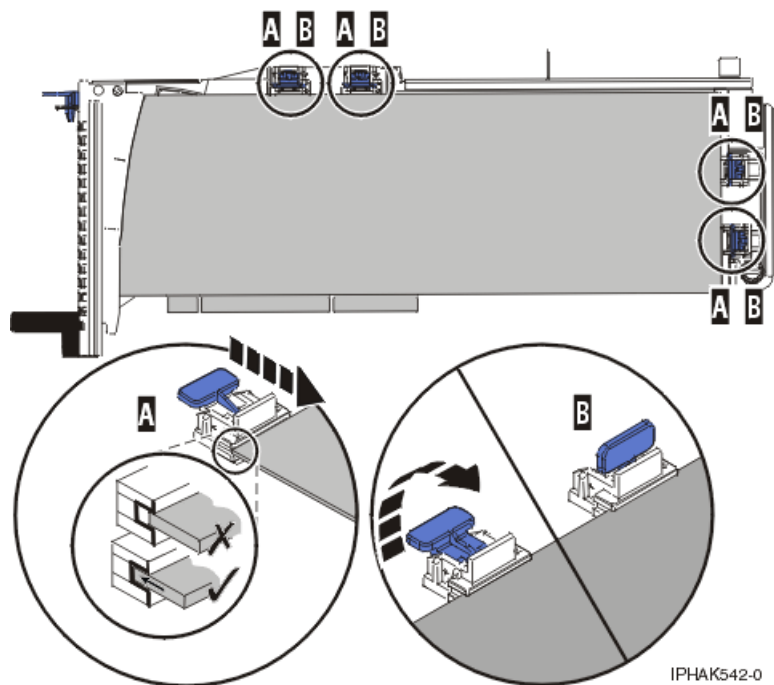

Figure 46. Carte longue dans la cassette de cartes PCI avec supports et stabilisateur en place
- 3) Placez et verrouillez les crochets de retenue (B) (voir figure 46, à la page 63).
- 4) Vérifiez que le bord de l'adaptateur est emboîté dans chaque rainure de retenue (A). Si la forme de l'adaptateur ou la présence d'un connecteur empêche le bord de l'adaptateur de reposer dans la rainure de retenue, vérifiez que le crochet de retenue est toujours maintenu fermement contre le bord ou le connecteur.